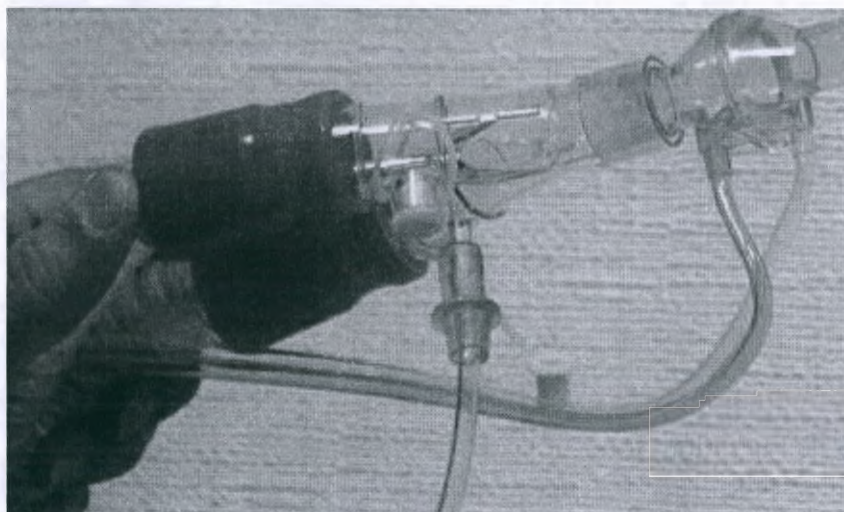

Рисунок 4-4. Проксимальный датчик, подключенный в обратном направлении
3. По достижении 51% калибровки переверните датчик в обратную сторону и дождитесь окончания калибровки (рисунок 4-4).